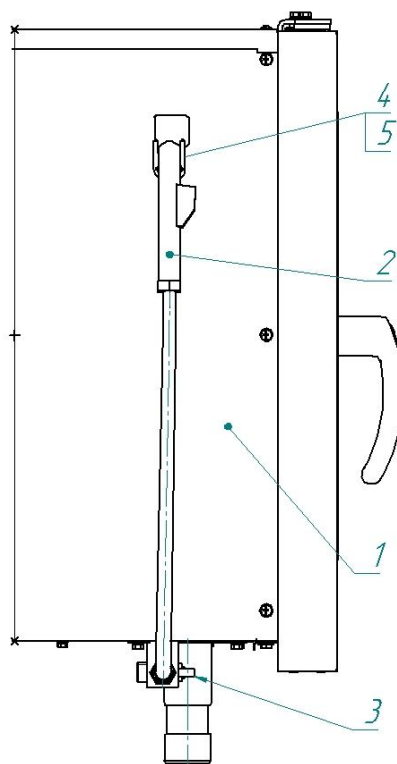

Рис. 6.
- установите душевое устройство на ПКА. Установку производить следующим образом (см. рис. 6):